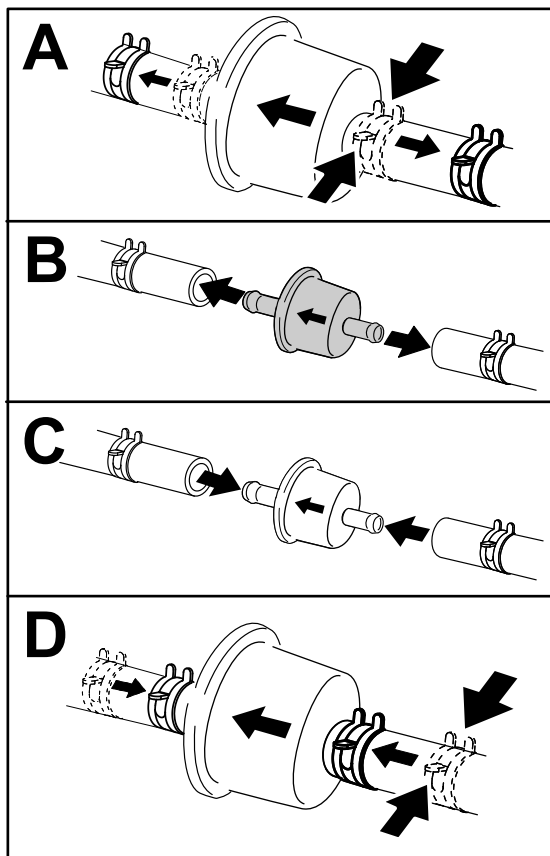

Bild 49
3. Tauschen Sie den Kraftstofffilter aus (Bild 49).